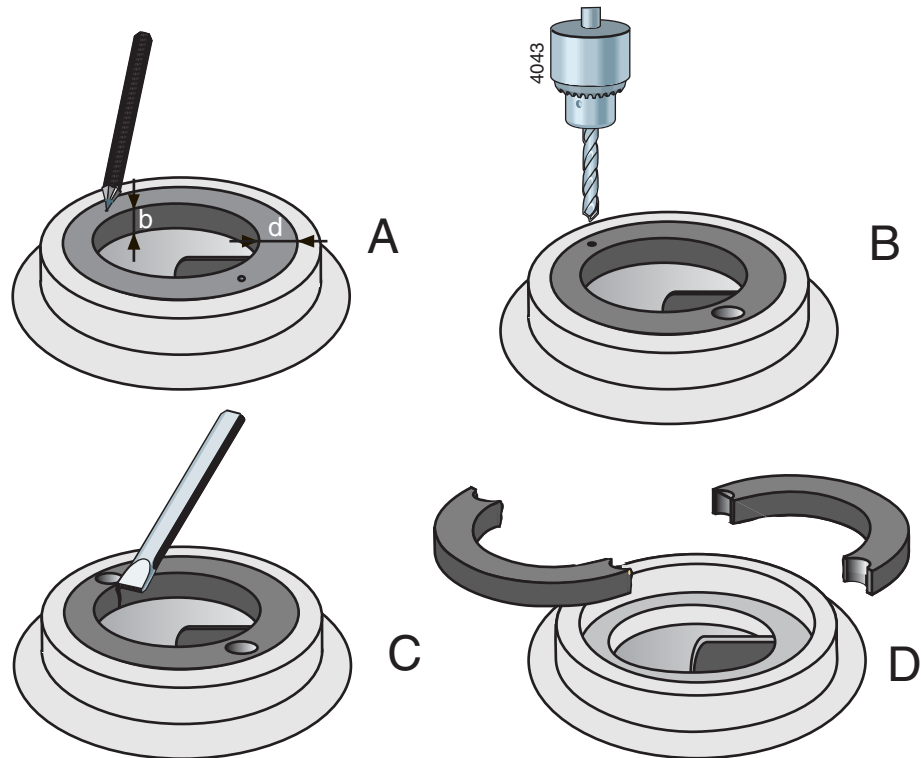

Figura 12: Rimozione dell'anello d'usura.
- 1 Misurare lo spessore (d) e la larghezza (b) dell'anello. Vedere la figura 12 A.
- 2 Fare due piccoli fori diametralmente opposti nel mezzo dell'anello. Vedere la figura 12 B.
- 3 Utilizzare una punta con un diametro leggermente inferiore dello spessore (d) dell'anello. Vedere la figura 12 C. Fare attenzione alla profondità del foro in modo che non superi la larghezza (b) dell'anello, per evitare di danneggiare il bordo d'appoggio del corpo pompa.
- 4 Tagliare lo spessore rimanente dell'anello, utilizzando uno scalpello. A questo punto è possibile togliere l'anello dal corpo pompa, in due parti. Vedere la figura 12 D.